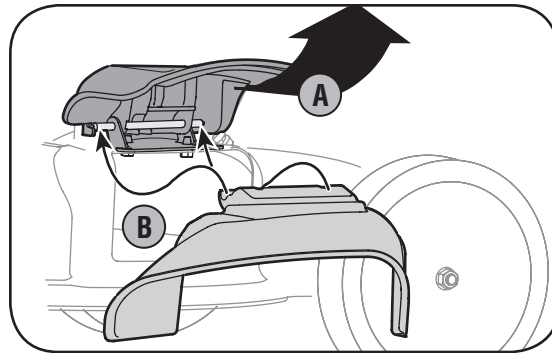

Figura 3-7: Eleve el adaptador para abono e instale el canal de descarga lateral.
- a. En el costado de la podadora, levante el adaptador para abono, Figura 3-7.